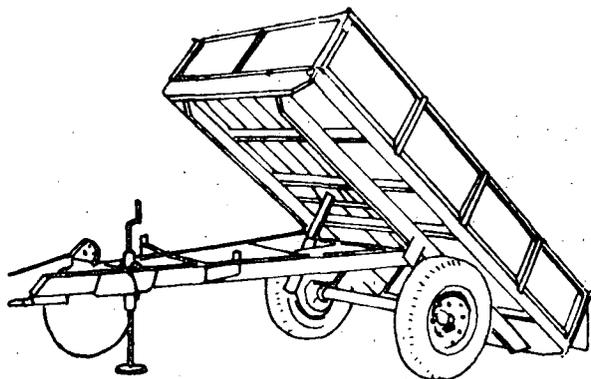

Fig. 4
*Inclinação da plataforma para trás ou para um lado (fig. 4) por efeito do próprio peso da carga ou através de pistões hidráulicos de controle remoto e ação simples.*